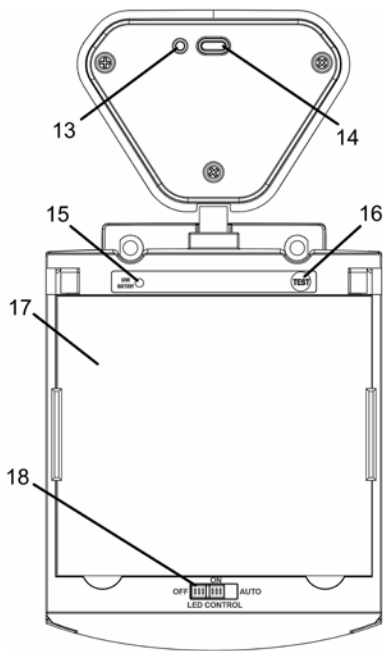

Рисунок 3
2.3.7 Наявність кнопки «TEST» (16, рисунок 3) дозволяє виконувати перевірку працездатності світлофільтра.
2.3.8 Електроживлення світлофільтра здійснюється від високоефективної сонячної панелі (4, рисунки 1 і 2) і вмонтованої акумуляторної літій-іонної батареї, яка у разі потреби заряджається через роз'єм USB Type-C (14, рисунок 3).
2.3.9 Світлодіод «LOW BATTERY» (15, рисунок 3) сигналізує про необхідність зарядки акумуляторної батареї.
3.2 Перед використанням виконайте зарядку акумуляторної батареї маски. Для цього під'єднайте до роз'єму USB Type-C (14, рисунок 3) відповідний кабель для заряджання із подаванням напруги 5 В (не входить до комплекту постачання). У процесі заряджання світлодіод (13, рисунок 3) буде світитися червоним світлом, а при досяганні повного заряду – зеленим.
4.1 Перед початком зварювання для перевірки працездатності світлофільтра натисніть і утримуйте кнопку самодіагностики «**TEST**» (16, рисунок 3). Якщо все працює справно та задані оптимальні налаштування, світлофільтр перейде в стан затемнення, а при відпусканні кнопки – автоматично повернеться у початковий стан (відбудеться просвітлення фільтра).